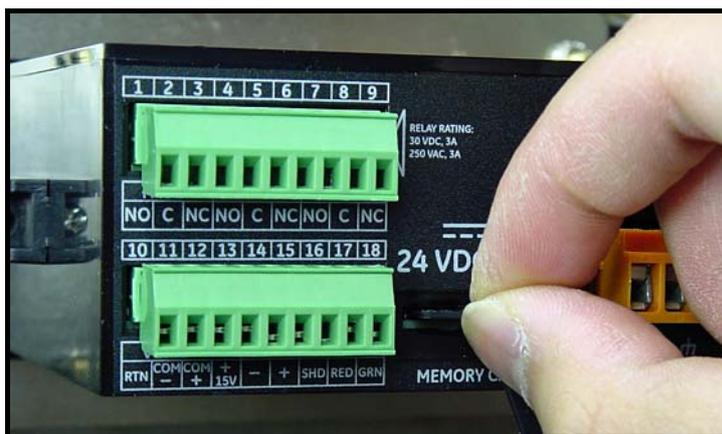

図 51 : マイクロ SD カードを取り出す
3. マイクロ SD カードが一部外に出たら、それを dew.IQ の筐体から引き出します（下の図 51 を参照）。